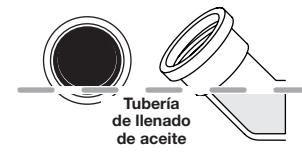

Fig. 13
5. Mire dentro del orificio de llenado de aceite (use una linterna de ser necesario). El aceite deberá estar tocando apenas la parte inferior de la rosca (Fig. 13).
6. Si el nivel de aceite no está tocando la parte inferior de la rosca del orificio de llenar aceite, añada una pequeña cantidad de aceite en el orificio de llenado de aceite y vuelva a comprobar (Fig. 13). Repita este procedimiento hasta que el nivel de aceite llegue a la parte inferior de la rosca en el orificio de llenado de aceite.